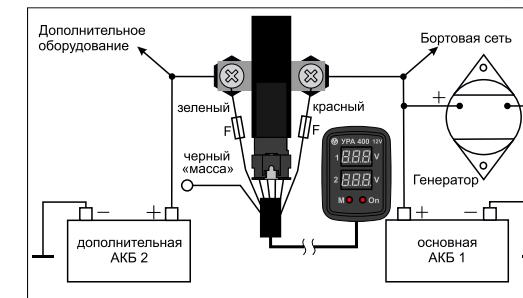

Рис.1
1.3 Произвести соединения в соответствии со схемой (рис.1), используя провода сечением не менее 25мм².